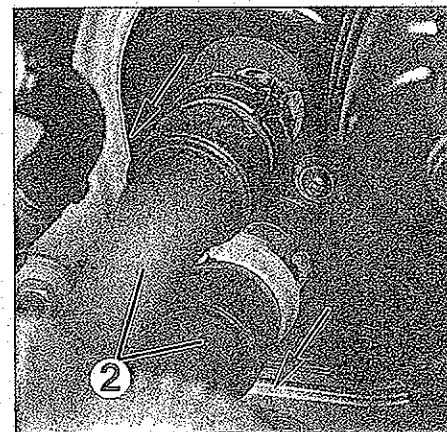

FIG. 12
- Desbloquear y desconectar los manguitos (2) de agua del salpicadero marcando su posición (fig. 12).
agua después de haber marcado su posición para su ensamblado (fig. 12).